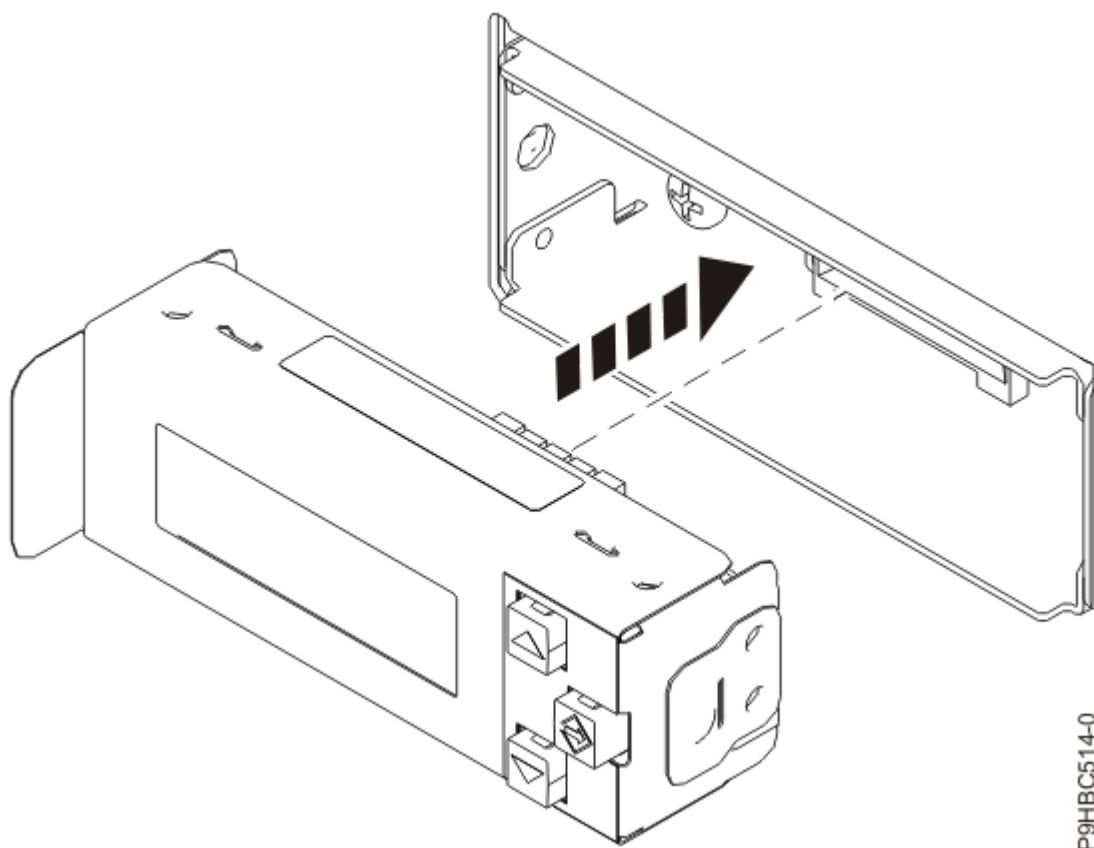

Figure 45. Insertion de l'écran du panneau de commande
3. Poussez l'écran du panneau de commande dans son boîtier, comme illustré à la Figure 45, à la page 47, jusqu'à ce que vous entendiez un clic.